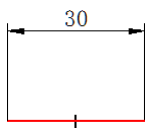

图 7.2.7 绘制水平线
Step1. 在 **主页** 功能选项卡的 **绘图** 区域中选择  命令，系统弹出“直线”工具条，单击  按钮选择线宽度为 **.50**，在 **长度(L):** 文本框中输入数值 30，在 **角度(A):** 文本框中输入数值 0，在绘图区合适位置单击绘制该直线，结果如图 7.2.7 所示。